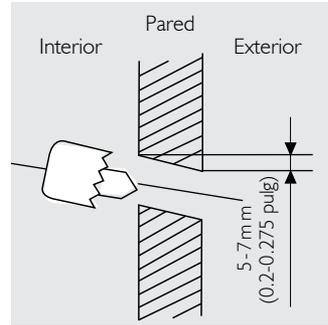

Figura 13
13. Con una broca sierra especial para el material de la pared de 65 mm (2.5 pulg) o 90 mm (3.54 pulg) dependiendo del modelo, haga el agujero en la pared. Asegúrese de que el agujero quede hecho con una pequeña inclinación hacia abajo, de manera que el borde externo del agujero quede por debajo del borde interno entre 5 a 7 mm (ver Figura 13). Esto garantiza un adecuado drenaje del agua.